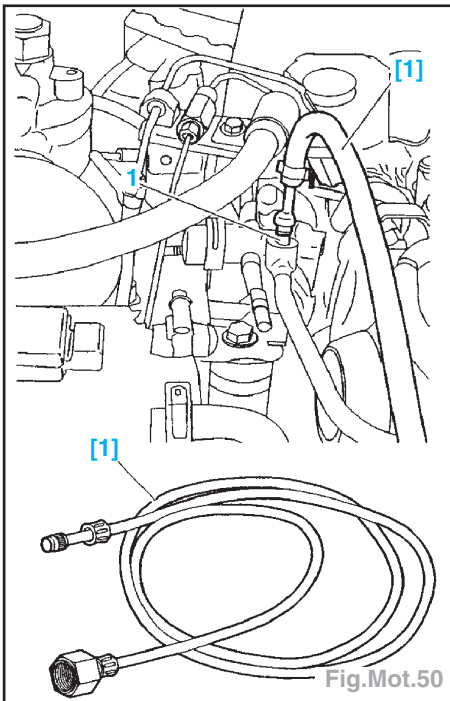

Fig.Mot.50
- le filtre à air (1)
- le collecteur d'admission (2)
- la vanne EGR (3)
- Raccorder l'outil 4192-T sur la valve de purge (1) du circuit et recueillir le carburant (Fig.Mot.50).
- Raccorder l'outil **4192-T** sur la valve de purge **(1)** du circuit et recueillir le carburant (Fig.Mot.50).